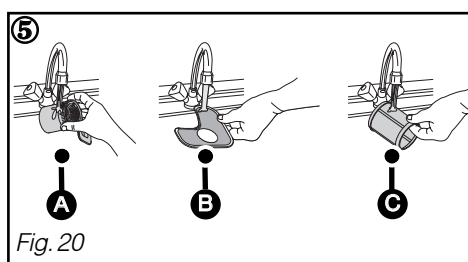

Fig. 20
- ② Desapertar de um quarto de volta o filtro de resíduos e de seguida retirá-lo Ⓐ .
- ③ Tirar o filtro principal Ⓑ .
- ④ Tirar o crivo micro filtro Ⓒ .
- ⑤ Passar cuidadosamente os filtros Ⓐ , Ⓑ e Ⓒ por água da torneira. (Fig. 20)